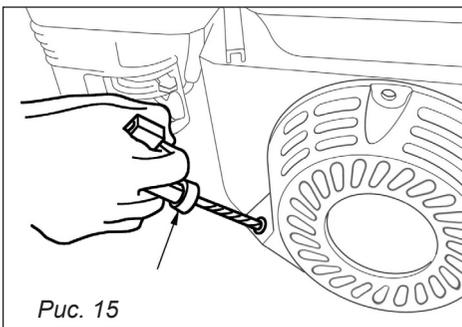

Рис. 15
6. Возьмитесь за ручку стартера и медленно потяните до появления ощутимого сопротивления, затем потяните ручку стартера резким рывком (рис. 15).